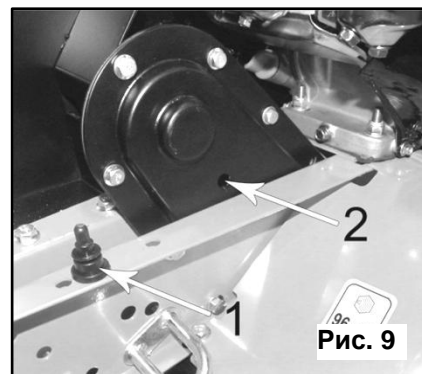

Рис. 9
- Выньте заглушку (1) из заливного отверстия (2) (См. Рис.9).
- Установите заглушку (1) на место.